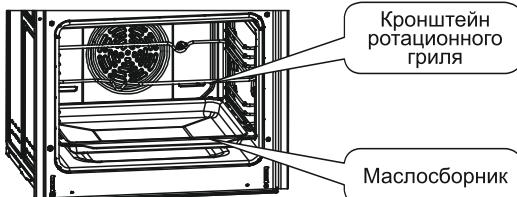

Рис. 4
2. Поместите кронштейн ротационного гриля на уровень пеки 4 (рисунок 4) (кронштейн ротационного гриля необходимо располагать только на уровне пеки 4, таким образом вертел ротационного гриля будет использоваться правильно).; (См. рис. 4).